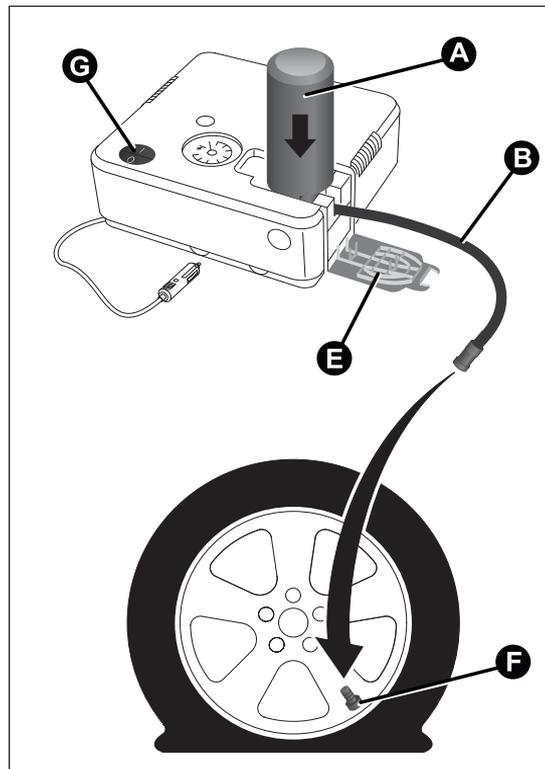

fig. 125
- localiser le tuyau de remplissage B fig. 125 déjà branché à la bombe aérosol A ;